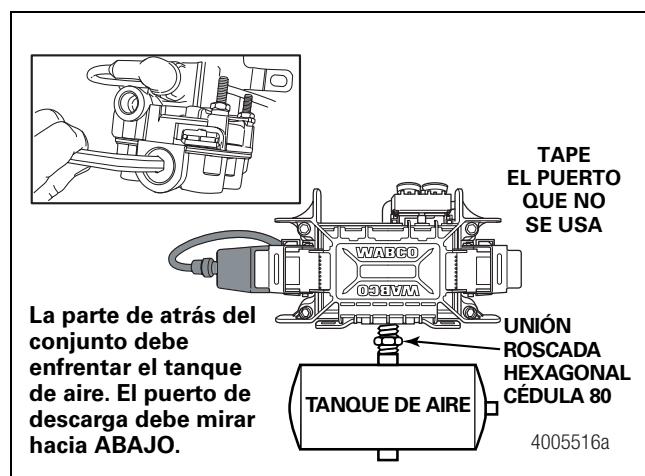

Figura 2
3. Gire y apriete el conjunto de la ECU y la válvula moduladora única hasta que el puerto de descarga mire hacia ABAJO y la conexión esté segura. Use una llave de torsión o de trinquete con extensión en el tapón de tubo de 3/4 de pulgada instalado en el puerto de alimentación de adelante (Puerto 1). Figura 2.